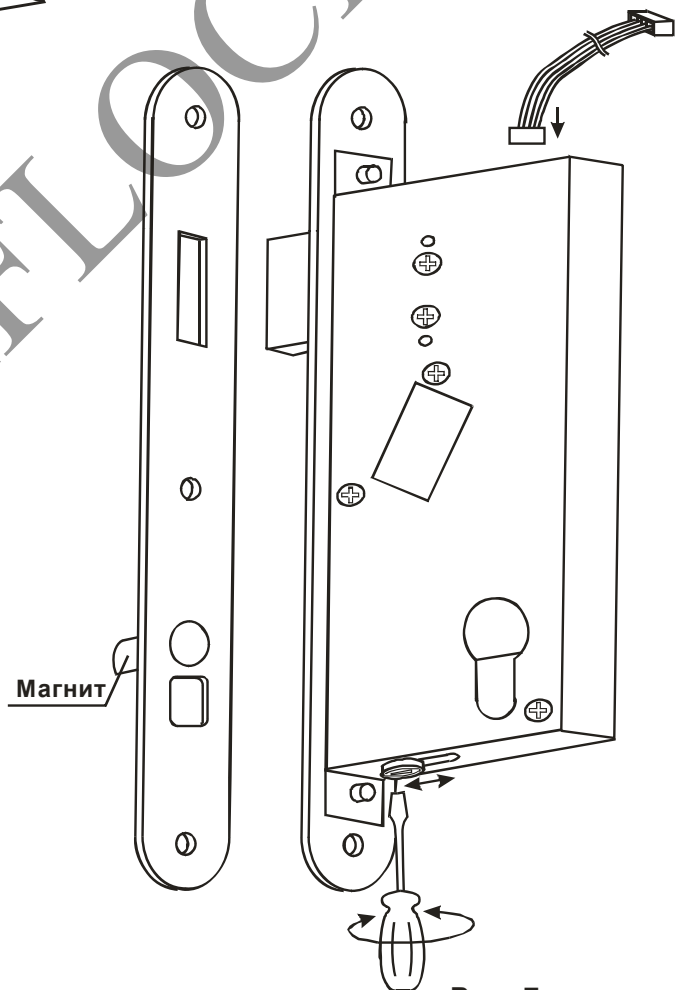

Рис. 7
регулируемый пружинный ролик. Регулировка выхода ролика осуществляется путём отвинчивания на один оборот винта (см. рис. 7). Эту регулировку производить при установке
- Установить в замок присоединительный кабель (см. рис.7) и вставить замок в дверной паз так, чтобы второй конец присоединительного кабеля вышел на внутреннюю сторону двери (см. рис. 10).